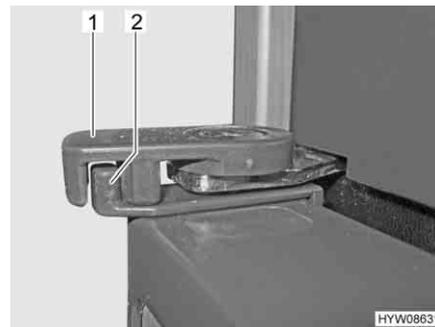

Fig. 66 Blocage de la porte du réfrigérateur en position de ventilation
- Tourner le dispositif de verrouillage (Fig. 66,1) vers le milieu du réfrigérateur. Le logement externe du verrouillage doit alors être amené au-dessus du tenon de verrouillage (Fig. 66,2). La porte du réfrigérateur reste ainsi légèrement ouverte.